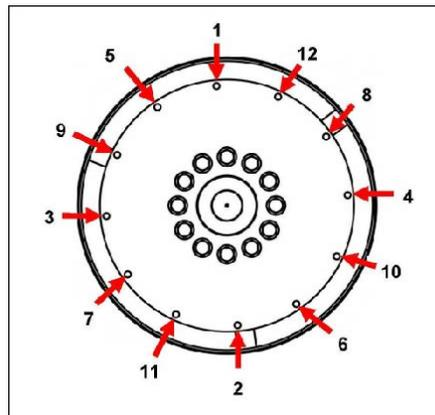

図 24. 固定手順
10. アラインメント ダウエルを取り外します。肉厚ワッシャーをヘッドの下で使用して、カップリング ボルトを取り付けます。表示の順番で、ボルトを締め付けて、カップリング ディスクをフライホイールに固定します 図 24 ページ 43。